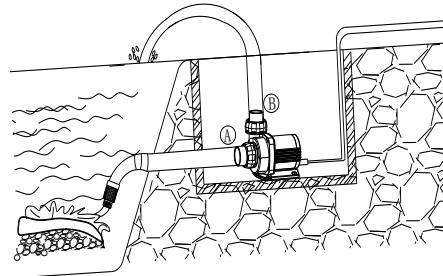

图 2
作为陆地泵使用 (见图 2)
2. 去掉前网罩,按住水泵泵体把水管与水泵接好,如图 2, A 接进入管, B 接出水管,确保联接处不漏水。